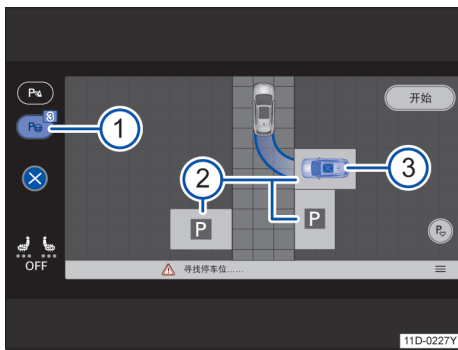

图 117 信息娱乐系统：选择停车位（示意图）
泊车辅助系统自动选择一个停车位，并在信息娱乐系统中作为首选停车位（蓝色车辆）显示在 图 117 ② 或 ③ 处。
在功能按键 上显示识别到的停车位数量→图 117 ①。
- 在信息娱乐系统屏幕上点击所需的停车位→图 117 ②。
如果当前停车位的泊车模式可以更改，便会显示 符号→图 117 ③。